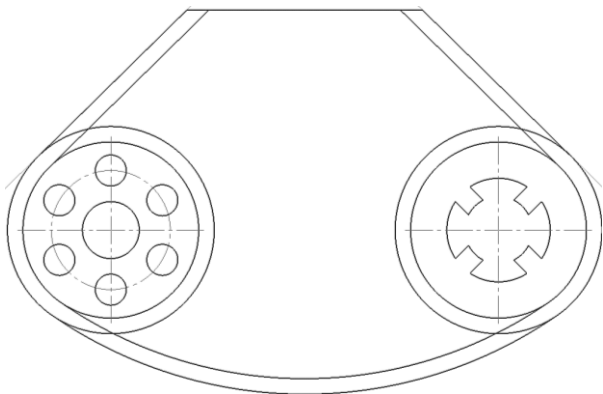

Рис. 62. Построение сопряжений окружностей
2.12.5 Выполнить сопряжение окружностей. Выбираем команду **Скругление**  на панели **Геометрия** . На панели свойств задаем радиус 172 мм ( $166 \text{ мм} + 6 \text{ мм} = 172 \text{ мм}$ ). Щелкнуть левой кнопкой мыши по точкам сопряжения, определив их приблизительно, в соответствии с заданием (рис. 62).